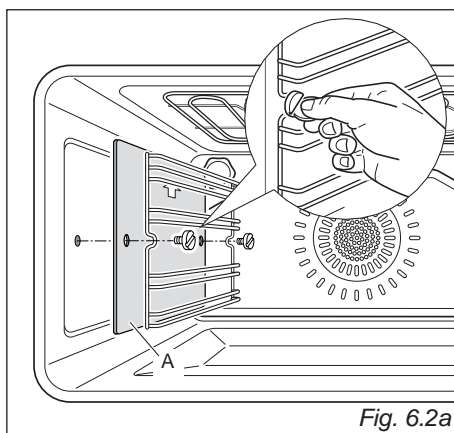

Fig. 6.2a
- Montare i telai laterali fissandoli alle pareti del forno con 2 viti (fig. 6.2a).
Nei modelli con i pannelli catalitici di serie, interporre i pannelli autopulenti "A" con la freccia rivolta verso l'alto (fig. 6.2a).
- Avvitare i telai laterali alle pareti del forno (fig. 6.2a).